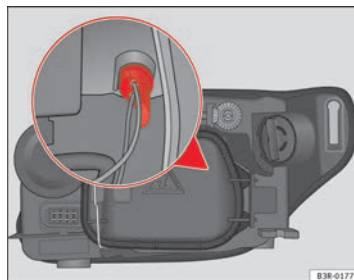

Fig. 223 Lámpara luz de posición
- Extraiga el portalámparas asiéndolo por la empuñadura ⇒ fig. 223 (también se puede extraer tirando de los cables del portalámparas).